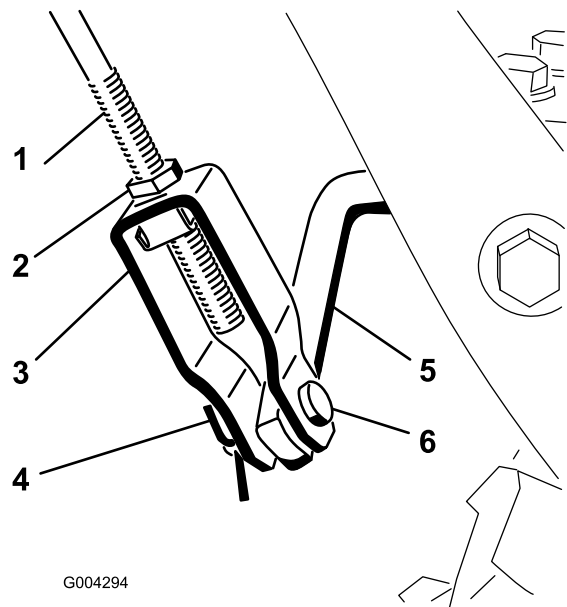

Bild 8
- Lösen Sie die Klemmmutter über dem Bügel an der oberen Schaltstange (Bild 8).
- Richten Sie die Löcher im Bügel mit den Löchern an der unteren Schaltstange aus und setzen Sie den Lastösenbolzen ein (Bild 8).
- C. Drehen Sie den Lastösenbolzen nach oben oder unten, um den den Abstand zwischen der Oberkante des Handgriffs und der Unterkante des Antriebshebels für den Antrieb vom Räumwerk/Gebläserad (Bild 8) zu erhöhen oder zu verringern.
6. Wenn die Einstellung korrekt ist, bauen Sie den Ösenbolzen ein und befestigen Sie ihn mit dem Splint (Bild 8).
7. Ziehen Sie zum Befestigen der Lastöse die Klemmmutter fest (Bild 8).